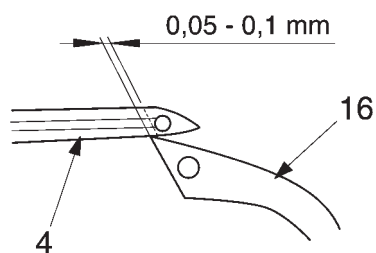

Рис. 32
В тот момент, когда оба петлителя перекрещиваются друг с другом, как показано на рис. 32, расстояние между носиком правого петлителя 16 и головкой левого петлителя 4 должно составлять 0,05 - 0,1 мм.
- Проверните приводной эксцентрик таким образом, чтобы расстояние, между носиком правого петлителя 16 и головкой левого петлителя 4 составляло 0,05 - 0,1 мм (рис. 32).